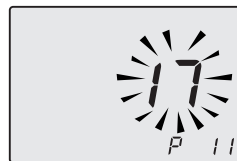

Figura 5.46
- Scorrere i vari parametri utilizzando i tasti 23 o 24 fino a far apparire sul display LCD le lettere **P11** e valore del parametro, indicanti l'entrata nel "parametro 11" (Figura 5.46).